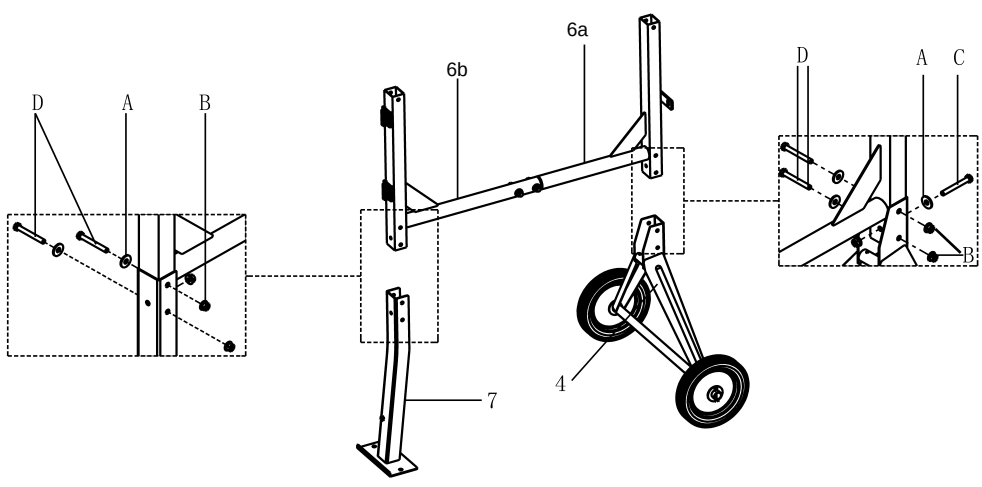

Fig. 3
1. Alinhe e insira os polos do suporte (6) na perna (7) e no suporte da roda (4).
2. Afixe a conexão com parafusos (C, D), rolos (A) e porcas (B)(Fig. 3).